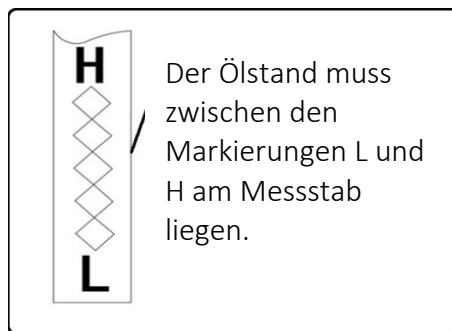

Abb. 35
4. Schrauben Sie den Ölstopfen mit dem Peilstab heraus und lesen Sie den Ölstand am Peilstab ab. Wenn der Ölstand unter der Markierung "L" (LOW) liegt, langsam Öl nachfüllen, bis die Markierung "H" (HIGH) erreicht ist, siehe Abbildung 35.